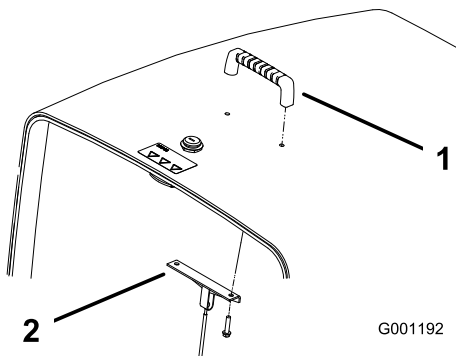

Figura 5
- Monte el asa y el soporte del cable al capó con 2 tornillos (Figura 5).